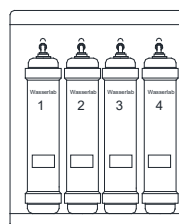

Figura 11.2
- Acceda a la ubicación correspondiente a los cartuchos de pretratamiento (Cartuchos [1] y [2]): Los cartuchos se instalan en el interior del lateral derecho del equipo. Ver Figura 11.2. Retire el panel lateral derecho para acceder a la ubicación correspondiente a los cartuchos.